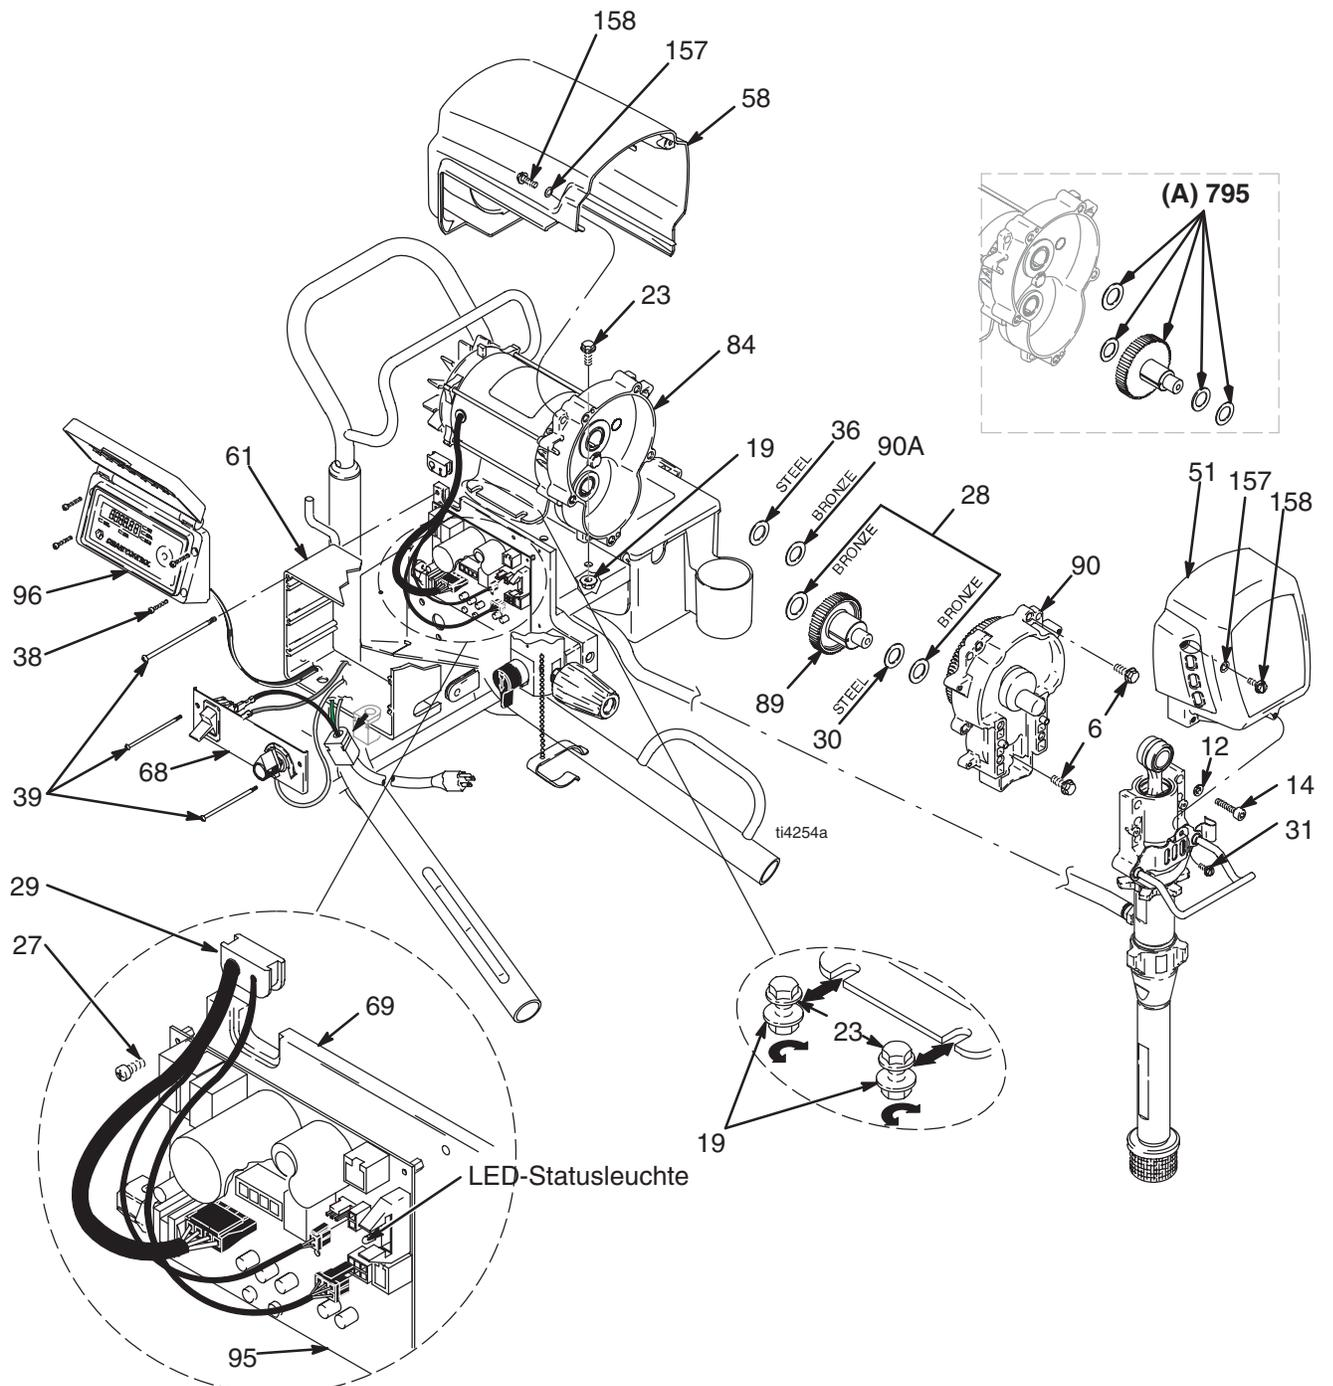

Abb. 7
Abb. 7. Darauf achten, dass das Zahnrad (89) und die Druckscheiben (28, 30, 90a, 36) an ihrem Platz sind. Mit einer Bürste Schmierfett auf den Zahnradzähnen auftragen.
3. Das Getriebegehäuse (89) ausbauen; siehe Abschnitt **Austausch des Getriebegehäuses**, Seite 16.
4. Abb. 7. Vier Schrauben (38) und die Abdeckung (96) entfernen.
5. Die beiden unteren Schrauben (39) entfernen und die Bedienungsstafel (68) frei herunterhängen lassen.
6. Alle drei Motorstecker von der Motorsteuerkarte (95) lösen.
7. Die beiden oberen Schrauben (39) und die Steuereinheit (61) entfernen.
8. Das Zugentlastungsstück (29) von den Motorkabeln und der Platte (69) entfernen.
9. Zwei Schrauben (23) und Muttern (19) an der Seite gegenüber der Steuerkarte entfernen.
10. Zwei Muttern (19) an der Seite neben der Steuerkarte lösen und den Motor (84) vom Fahrgestellrahmen (62) abnehmen.